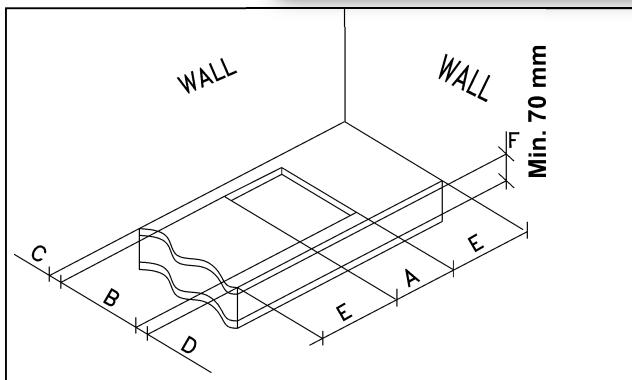

FIG. 7
En la superficie del mueble modular se debe efectuar una abertura con las dimensiones indicadas en la fig. 7, prestando atención en respetar estrictamente las distancias críticas entre la superficie, las paredes laterales, la pared posterior y la superior (véase fig. 7 - 8).
- Para evitar posibles contactos casuales con la superficie del armazón de la encimera, sobreelatada durante el funcionamiento, es necesario colocar un separador de madera fijado por tornillos a una distancia mínima de 70 mm del borde (fig. 7).